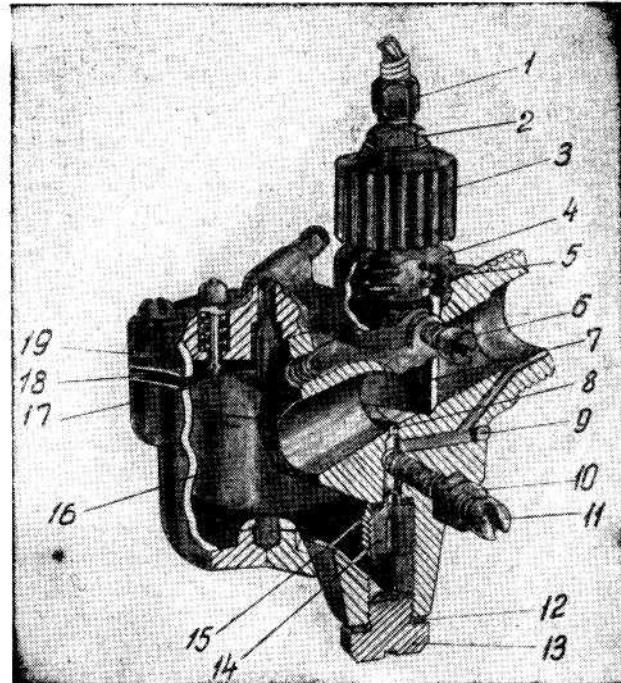

Рис. 10. Карбюратор К34Б:
Втулка 1 имеет продольный паз 10, а втулка 2 — винтовой паз 9, между которыми находится ползунок 3, соединенный с гибким тросом и через него с дросселем карбюратора (рис. 10).
Карбюратор (рис. 10) состоит из корпуса 4, крышки поплавковой камеры 19, поплавка 16 с иглой 20, дросселя 7 и жиклера 14. Топливо из топливного бачка через фильтр топливного кранника по топливопроводу поступает самотеком к ниппелю крышки 19 и заполняет поплавковую камеру. Постоянный уровень топлива в поплавковой камере поддерживается поплавком с иглой. Конус иглы, упираясь в седло крышки поплавковой камеры, образует игольчатый клапан.
3. Нажать 1—2 раза на кнопку утопителя 21 (рис. 10) до полного заполнения поплавковой камеры (топливо должно показаться из-под колпачка утопителя).
9. Если двигатель глохнет, завернуть винт 6 (рис. 10). При повышенных оборотах холостого хода вывернуть винт 6 на 1—2 оборота.